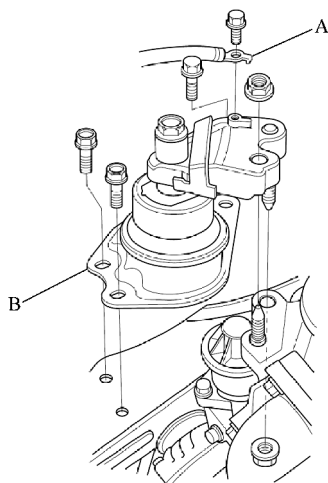

图 11-17 拆下发动机侧支座/托架总成
- 12) 拆下搭铁电缆 A，然后拆下发动机侧支座/托架总成 B，如图 11-17 所示。